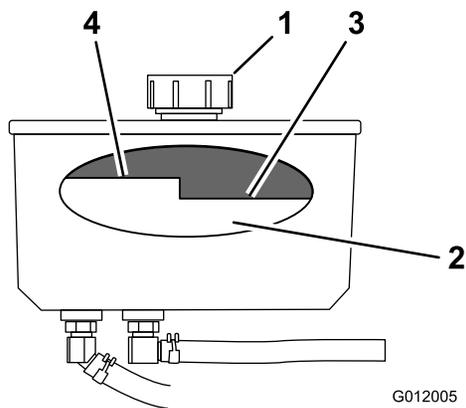

Figura 72
4. Pulite attorno al tappo e al collo del bocchettone del serbatoio idraulico (Figura 72).
5. Togliete il tappo dal collo del bocchettone (Figura 72).
Nota: Il livello del fluido (caldo) deve essere inferiore al segno di livello 'caldo' del deflettore (Figura 72).